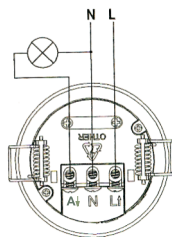

fig. 3
- Conectar los cables tal y como indicamos en el esquema de montaje (fig. 3) y colocar la tapa protectora nuevamente.